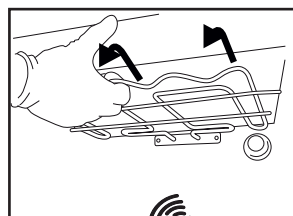
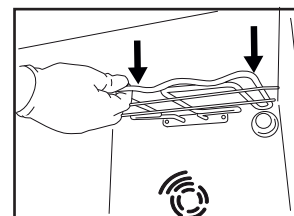

Fig. 1
Fig. 2
2. Extrageți puțin rezistența (Fig. 1) și coborâți-o (Fig. 2).